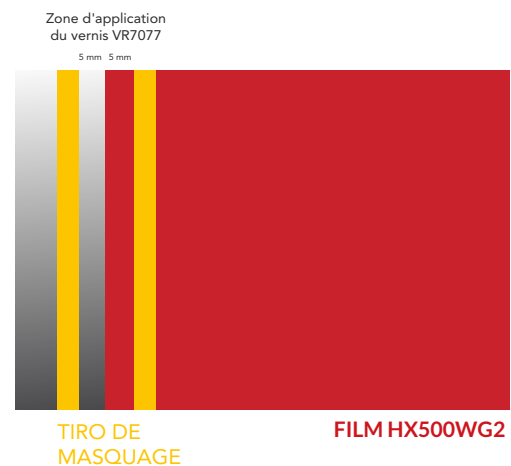

Figure 26
- 1 sur le HX500WG2 à 5 mm de son bord. (FIG. 26)